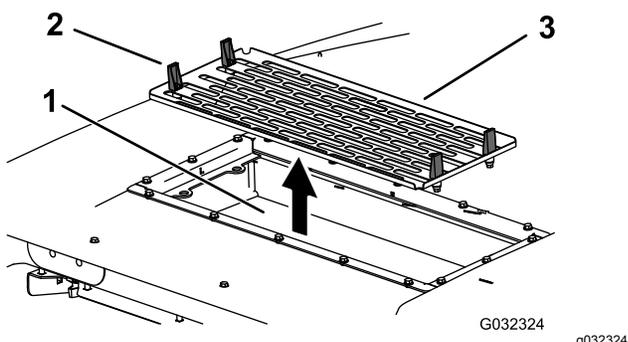

Рисунок 151
4. Откройте 4 защелки на кондиционере воздуха в сборе и снимите решетку (Рисунок 151).
7. Установите воздушные фильтры, сетку и вентилятор в сборе (Рисунок 149, Рисунок 150 и Рисунок 151).